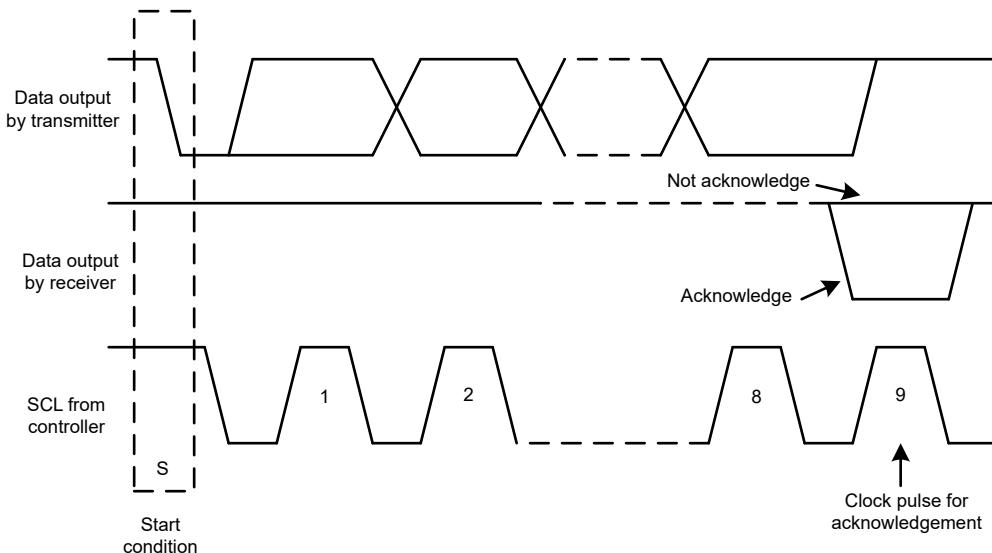

图 7-10. I²C 总线上的确认和非确认
除了特定的时序信号外，I²C 接口还使用串行字节。在每个字节结束时，第九个时钟周期产生并检测确认信号。确认是指 SDA 线在第九个时钟周期的高电平期间被拉低。图 7-10 所示为非确认，是指 SDA 线在第九个时钟周期的高电平期间保持高电平。
2. 控制器随后产生 **SCL** 脉冲，并在 **SDA** 线上发送 7 位地址和读取/写入方向位 (**R/W**)。在所有传输期间，控制器确保数据有效。图 7-12 显示，有效数据条件要求 **SDA** 线在时钟脉冲的整个高电平期间保持稳定。所有器件都识别控制器发送的地址，并将其与相应内部固定地址进行比较。只有具有匹配地址的目标器件才会通过在第 9 个 **SCL** 周期的整个高电平期间拉低 **SDA** 线来生成确认 (另请参阅图 7-10)。当控制器检测到此确认时，则表示与目标的通信链路已建立。